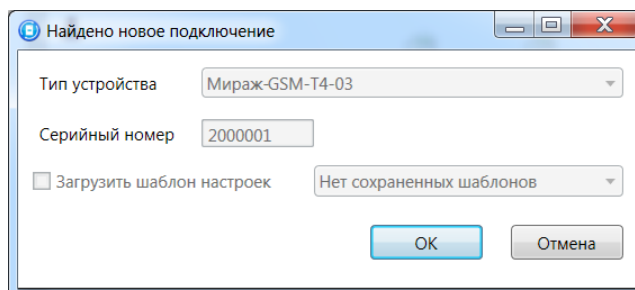

Рис. 5.4. Окно *Найдено новое подключение*
6. При подключении контроллера к ПК с запущенной программой *Конфигуратор Профессионал* появится окно *Найдено новое подключение* (рис. 5.4), в котором будут автоматически установлены параметры устройства (тип и серийный номер). В этом окне также можно загрузить шаблон настроек, сохраненный ранее, установив соответствующий флажок и выбрав номер шаблона из раскрывающегося списка. Задав необходимые параметры, нажмите кнопку *ОК*.